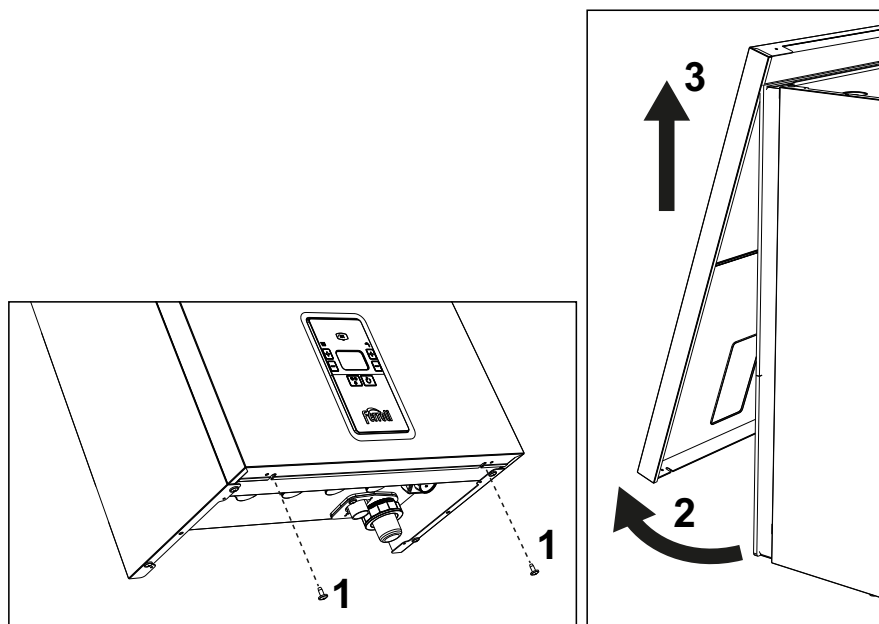

fig. 36- Ouverture du panneau avant
1. Dévisser les vis « 1 » (voir fig. 36).